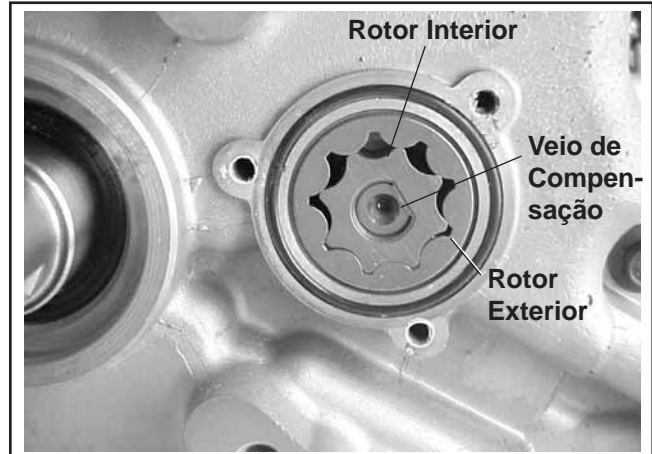

Figura 11-21. Instalar as Engrenagens da Bomba do Óleo e o O-Ring.
1. Lubrifique a cavidade da bomba do óleo e os rotores da bomba do óleo com óleo de motor. Instale os rotores da bomba do óleo exteriores e interiores. Consulte a Figura 11-21.